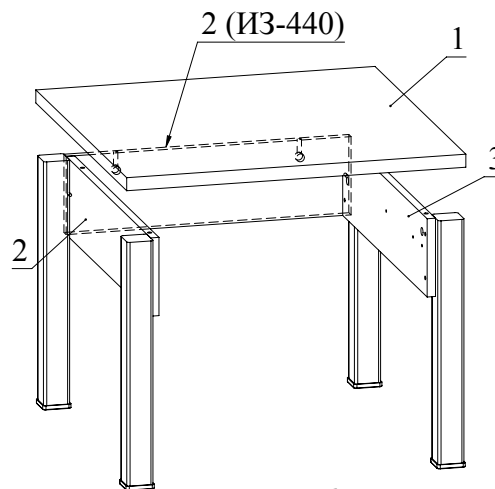

Рис.6
4. Установите деталь 1 на детали 2, 3, деталь 2 от ИЗ-440 и зафиксируйте, затянув головки минификсов (Рис. 6).